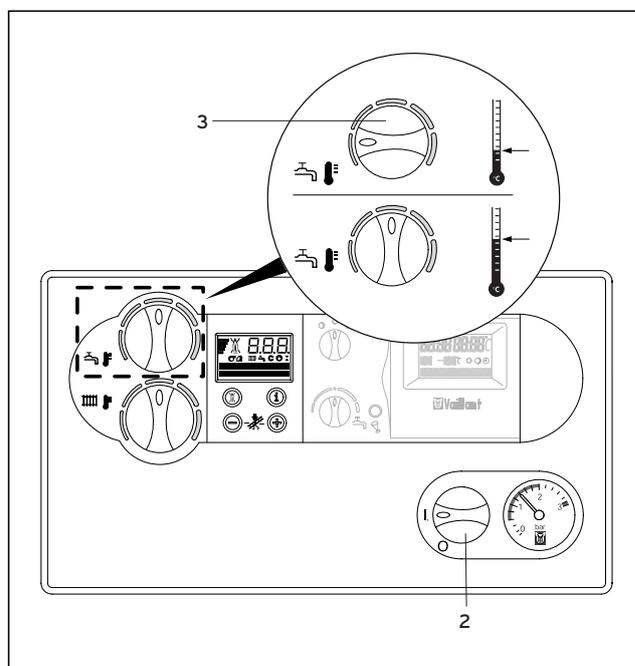

Fig. 3.5 Produzione dell'acqua calda
3.3 Produzione dell'acqua calda (fig. 3.5)